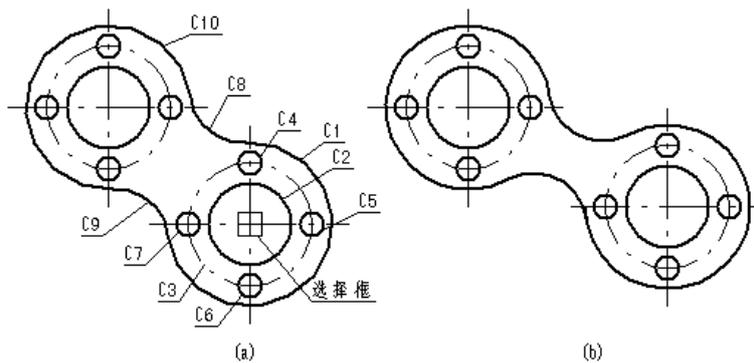

图4.2-37
例四, 从图 4.2-37(a) 所示装配图中拆画衬套的零件图。
① 选第九种入组方式作矩形框圈定入组图素, 如图 4.2-37(a) 所示, 框内的线入组, 与框有交的图线向内收缩至交点, 点划线向内收缩后又向外伸出一小段;
② 单击鼠标右键菜单中的〈拾取〉选项, 或点击主菜单中的〈编辑〉下拉菜单中的〈拾取〉选项;
③ 出现提问是否删去非组中图线, 单击〈是(Y)〉或按【Y】, 非组中图线被删除如图 4.2-37(b) 所示图形;
④ 选第二种入组方式作矩形框如图 4.2-37(b), 框内的图线入组, 单击右键菜单中的〈擦除〉, 或单击主菜单中的〈编辑〉下拉菜单中的〈擦除〉, 即可得到零件图——衬套, 如图 4.2-37(c)。